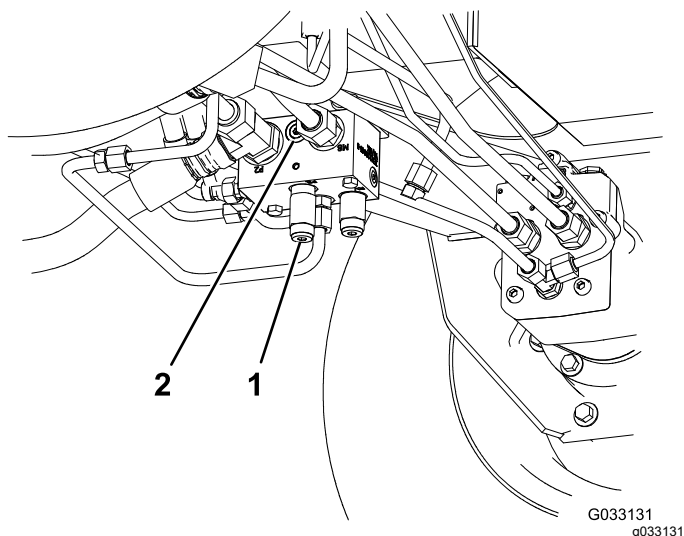

Figura 43
- Peça Toro No. 95-0985, encaixe do acoplador (2)
- Peça Toro No. 340-77, encaixe hidráulico (2)
1. Instale um encaixe de diagnóstico na porta não assinalada que se encontra entre as portas M8 e P2 no coletor da tração traseiro (Figura 43).